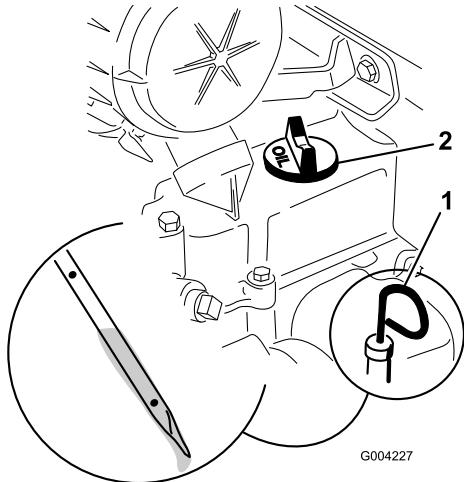

Figura 17
4. Pulire attorno all'asta di livello (Figura 17).
- Estrarre l'asta di livello dell'olio e pulire l'estremità metallica (Figura 17).
- Infilare fino in fondo l'asta di livello nel relativo tubo (Figura 17).
- Se il livello dell'olio è troppo basso (inferiore al foro inferiore), pulire l'area circostante il tappo di riempimento dell'olio e rimuovere il tappo (Figura 17).